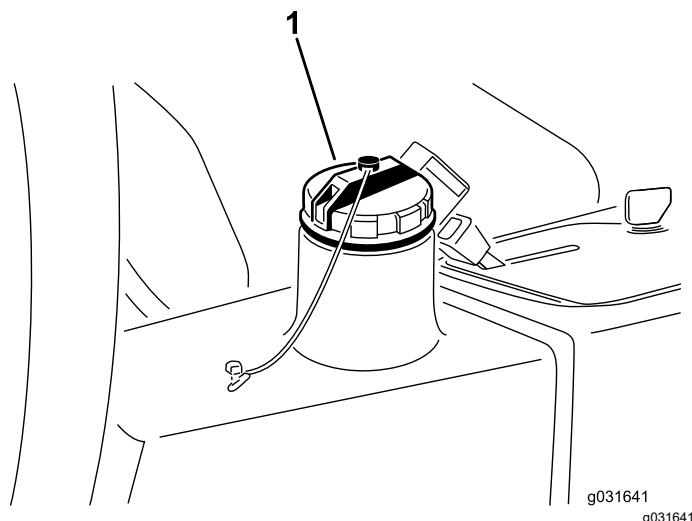

**Рисунок 63**
2. Отсоедините гидропровод или снимите гидравлический фильтр и дайте гидравлической жидкости стечь в сливной поддон (Рисунок 62 и Рисунок 63).
3. Когда гидравлическая жидкость перестанет вытекать, установите гидропровод на место (Рисунок 63).